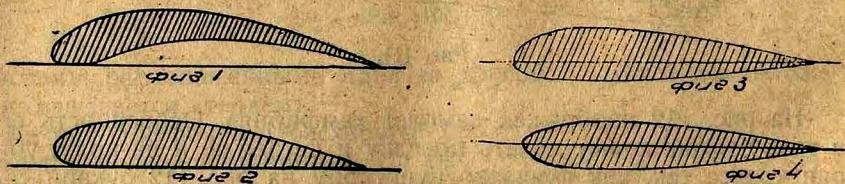

Рис. 114.
- 1) вогнутый профиль (рис. 114, фиг. 1);